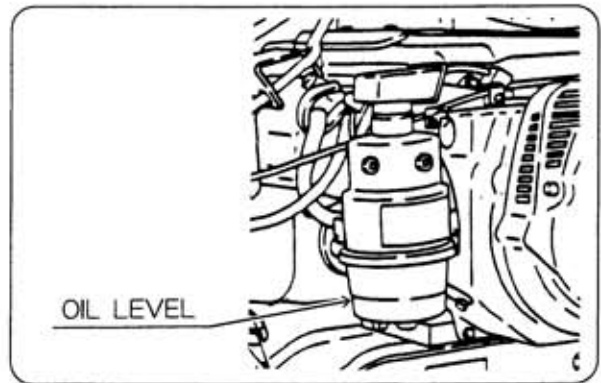

図34
- 規定量…オイルパンのOIL LEVELとされているところ。(図34)